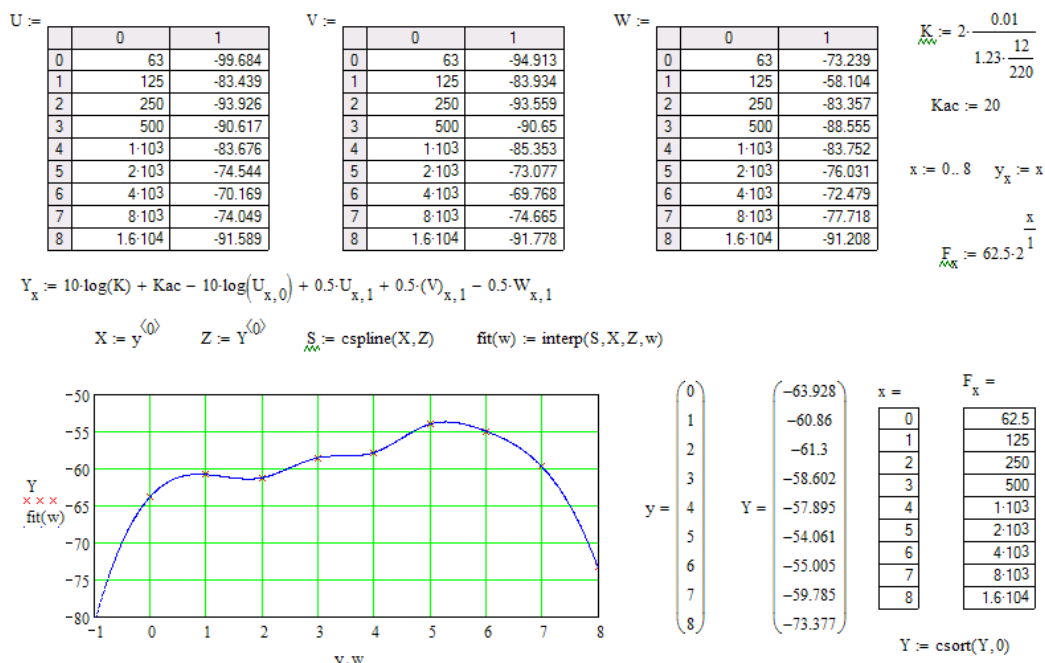

Рис.7.7. Программа MathCad расчета АЧХ микрофона
5.5.3. Введите таблицу данных АЧХ микрофона текстового файла **W.txt** в открытый файл программы MathCad.. Повторите операции по п.5.5.1. и тогда на графике появляется рассчитанная АЧХ микрофона (рис.7.7).